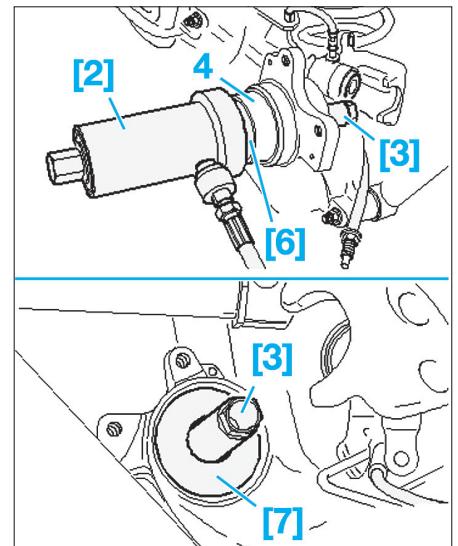

Fig. 38
- Mettre en place le roulement de roue (4), le poussoir [6] (placer le collet dans le roulement) et le cylindre à piston creux [2] avec le pivot tirant sur le porte-fusée (Fig.38).